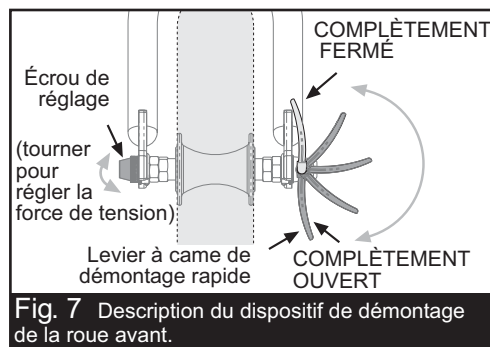

Fig. 7 Description du dispositif de démontage de la roue avant.
Un système de démontage rapide constitué d'un mécanisme à came sert à installer la roue de la poussette (Fig. 7). Comme ce mécanisme est réglable, il est essentiel que vous connaissiez son fonctionnement, son utilisation correcte et la force à appliquer
- Abaissez complètement le levier à came de démontage rapide (Fig. 7). C'est la position d'ouverture complète.
- Tout en poussant la roue fermement vers le haut des fentes dans les pattes de la fourche et en centrant la jante de roue dans la fourche, poussez le levier de démontage rapide vers le haut et tournez-le dans la position de fermeture complète (Fig. 7 et 9). Le levier devrait maintenant être parallèle à la branche de fourche. Pour appliquer assez de force de serrage, il vous faudra enrouler vos doigts autour de la branche de fourche pour multiplier la force; le levier de démontage rapide devrait alors laisser une empreinte bien nette dans la paume de votre main.
- Soulevez le levier de démontage rapide de la roue pour le mettre en position d'ouverture complète (Fig. 7). Votre fourche avant comprend un dispositif complémentaire de retenue intégré. Desserrez l'écrou de réglage suffisamment afin de pouvoir enlever la roue.